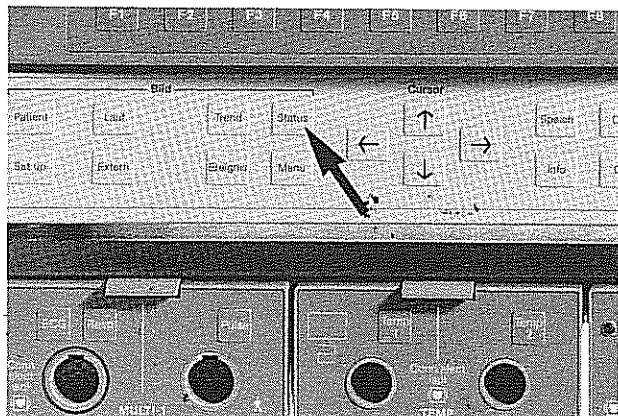

Bild 1
- * Zum Einstellen der Grenzwerte, rufen Sie mit der Taste **Status** das Statusbild auf (Bild 1).